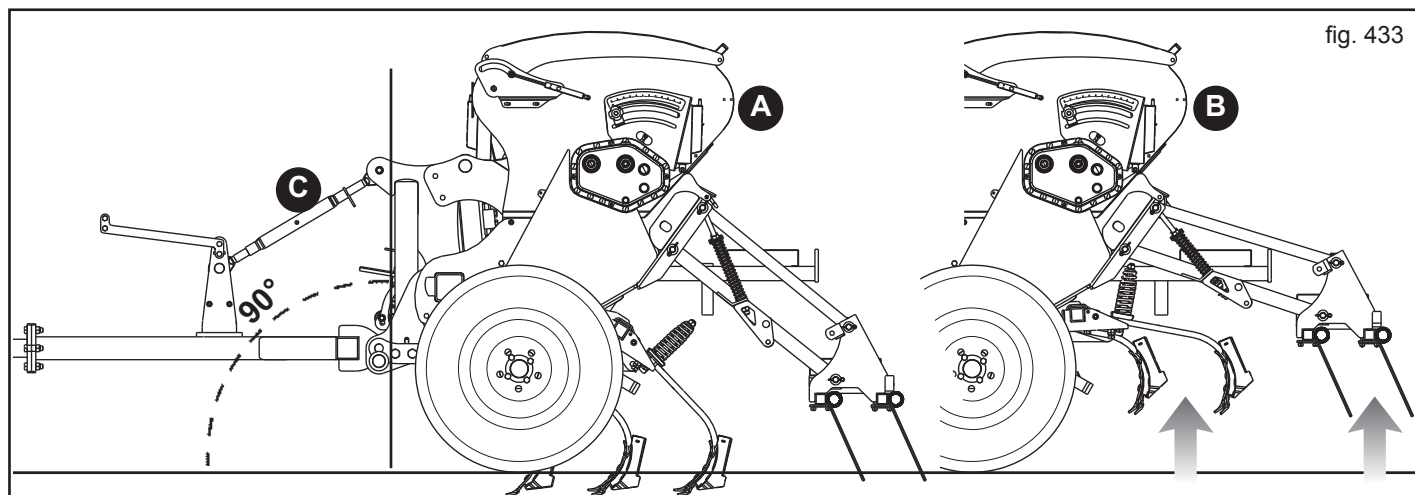

fig. 433
A richiesta, la seminatrice di tipo portata può essere dotata di una trasformazione per rendere l'attrezzatura trainabile (Fig. 433). Applicabile a trattori cingolati, la seminatrice trainata è ideale per le semine in collina.
- 1) Applicare l'attrezzatura al gancio di traino della trattrice. Assicurare il perno di aggancio con l'apposita spina di sicurezza; mediante il tirante di regolazione (C, Fig. 433) fare in modo che la seminatrice sia perpendicolare al terreno (Fig. 433).
La trasmissione si disinnesta automaticamente al sollevamento dell'attrezzatura in posizione di trasporto (B, Fig. 433).